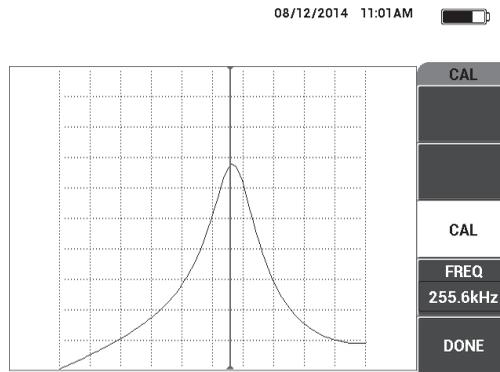

Abbildung 6-39 Justierbildschirm
6. Drücken Sie auf **FERTIG** (Funktionstaste E) (siehe Abbildung 6-39 auf Seite 163).